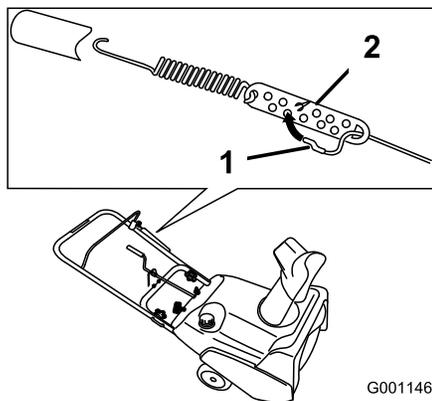

Figure 23
2. Accrochez le raccord en Z à un trou plus haut ou plus bas sur la biellette de réglage de manière à obtenir un écart de 2 à 3 mm (1/16 à 1/18 pouce) entre la barre de commande et le guidon (Figure 23).